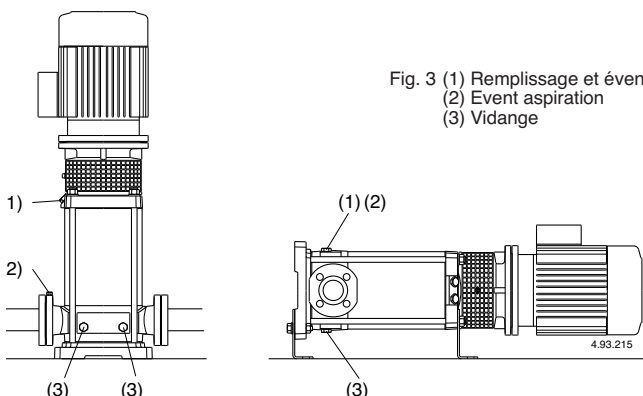

Fig. 3 (1) Remplissage et évent
Avec la **pompe au dessus du niveau de l'eau** (fonctionnement en aspiration, **fig. 2A**) ou avec un niveau d'eau en charge non suffisant (inférieur à 1 m) pour ouvrir le clapet de non-retour, remplir le tuyau d'aspiration et la pompe à travers du trou approprié (1) (**fig. 3**).
Avec le **niveau d'eau côté aspiration sur la pompe** (fonctionnement en charge, **fig. 2B**), remplir la pompe en ouvrant lentement et complètement la vanne sur le tuyau d'arrivée, en tenant ouverte la vanne de refoulement et les bouchons (1), (2) (**fig. 3**) pour purger l'air.
Serrer les bouchons d'évent (1), (2) (**fig. 3**).
Si l'on constate une perte d'amorçage (interruption du flux au refoulement, malgré les vannes soient ouvertes) ou si l'on note une oscillation de la pression indiquée par le manomètre, repurger le tuyau d'aspiration (2), vérifier que tous les joints du tuyau d'aspiration soient parfaitement étanches et fermer les bouchons de purge (2) et les bouchons de vidange (3) sur l'aspiration (fig. 3).
Si possible comme dans le cas d'utilisations temporaires avec des liquides sales, faire fonctionner la pompe avec de l'eau propre pour éliminer les dépôts. Préférer le rinçage immédiat de la pompe avec de l'eau propre (environ 40 litres), remplir par le bouchon (1) sur le refoulement et vidanger par le bouchon (3) sur l'aspiration (fig. 3.).
Quand la pompe n'est pas utilisée, elle doit être vidée complètement s'il existe un danger de gel (ôter les bouchons (14.12), (repère 3, fig. 3).
Avant le désassemblage, fermer les vannes d'aspiration et de refoulement et vider le corps de pompe (fig. 3).